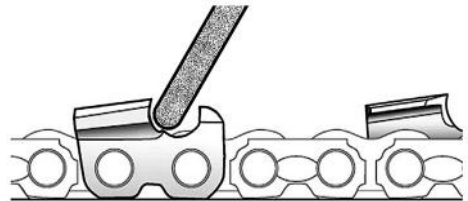

Рис. 16 Регулировка глубины заточки
6. Не включая электродвигатель, возьмитесь за рукоятку управления, затем плавно опустите заточный диск и переместите цепь так, чтобы заточной диск попал в выемку зуба и уперся в нее (Рис. 16).